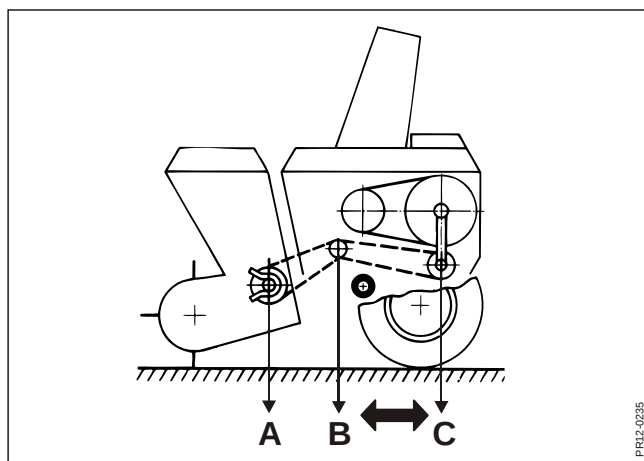

Fig. 3-11
- Fig. 3-11** Maskinen är från fabrik monterad för 15 mm snittlängd. Önskas 7,5 mm snittlängd byter 18 och 25 tands kedjedreven plats så som visas.